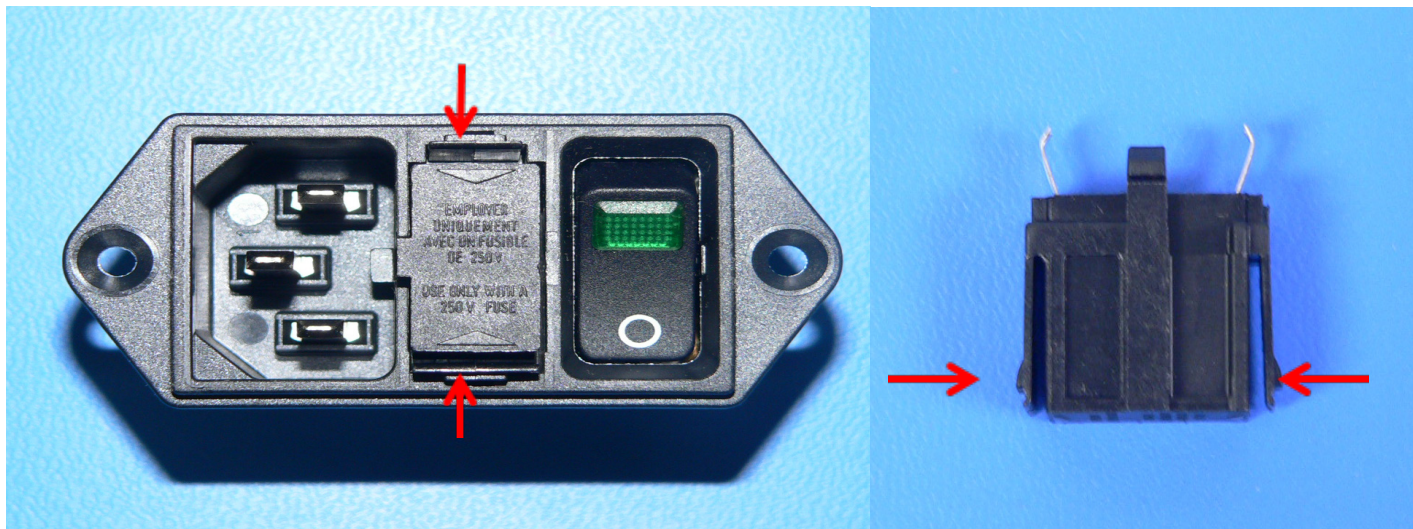

Figura 19: Urechile cutiei de siguranțe
2. Folosind cleștele pentru nas cu ac, extrageți cu atenție cutia de siguranțe din modulul de alimentare apăsând pe clapetele cutiei de siguranțe din fante, astfel cum se arată în Figura 19.